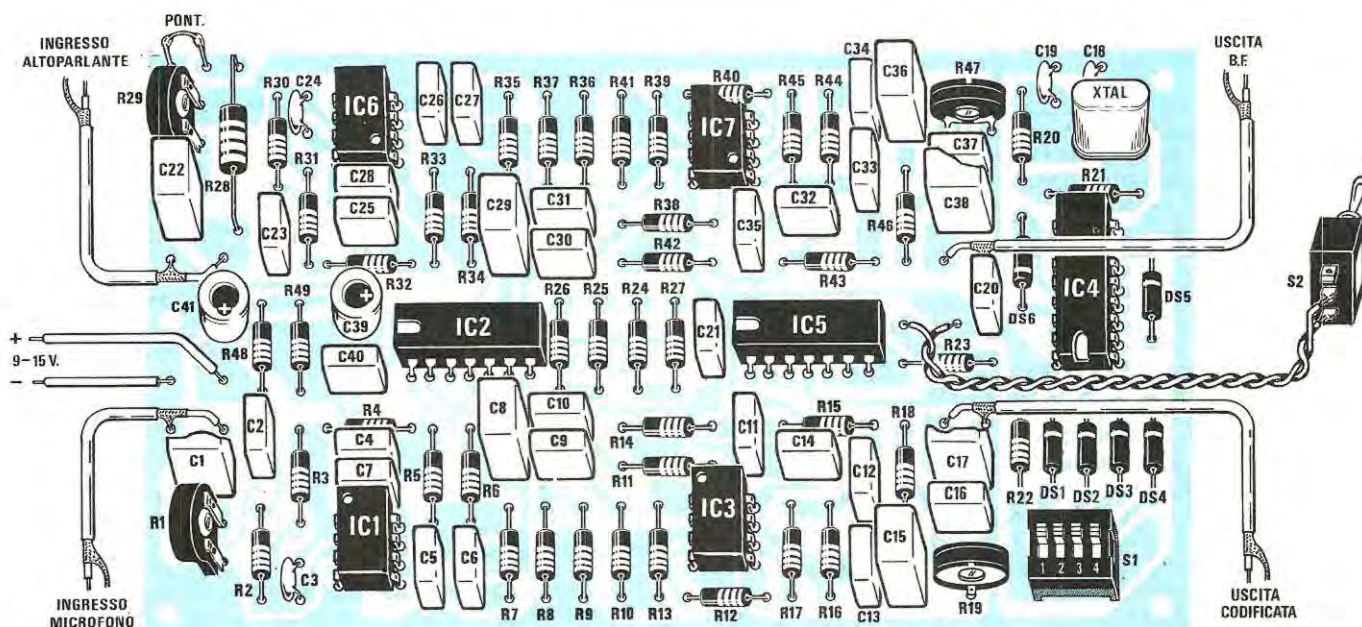

Fig. 4 Schema pratico di montaggio del codificatore e decodificatore scrambler. Si noti in basso a destra il dip-switch per generare la frequenza di codifica.
contorna il corpo, sia rivolta come è chiaramente indicato nello schema pratico di fig. 4.
Ora, inserite negli zoccoli i relativi integrati controllando che l'asola o la tacca di riferimento sia rivolta come riportato nel disegno pratico di fig. 4.
- 2) Anzichè prelevare il segnale dall'altoparlante, potrete prelevarlo dal terminale estremo del potenziometro del volume (vedi fig. 4) e sul terminale rimasto libero collegate l'uscita dello scrambler.
Tutto il materiale necessario per la realizzazione dello scrambler, cioè circuito stampato LX.637 e i componenti visibili in fig. 4 L. 51.000